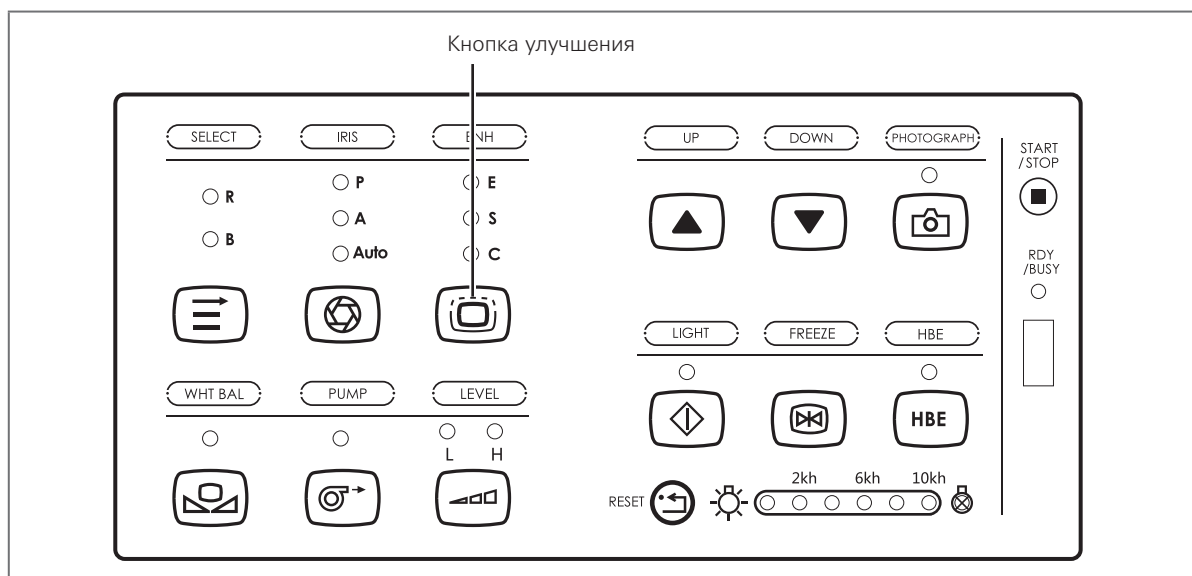

Рис. 4.7
1. Нажмите и удерживайте кнопку улучшения на передней панели или нажмите клавишу F3 на клавиатуре, чтобы выбрать режим (рис. 4.7).